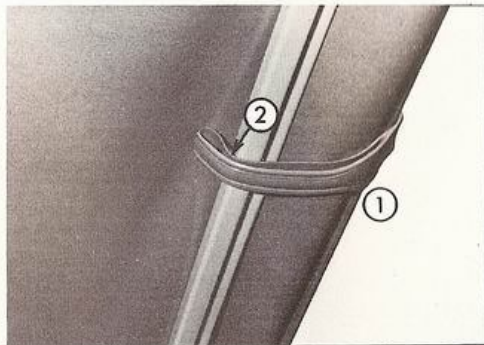

Fig. 26 - Apertura anteriore della cappotta
- Fissare il telaio (Fig. 26) tramite la cinghia (Rif. 1) ed il bottone a pressione (Rif. 2).